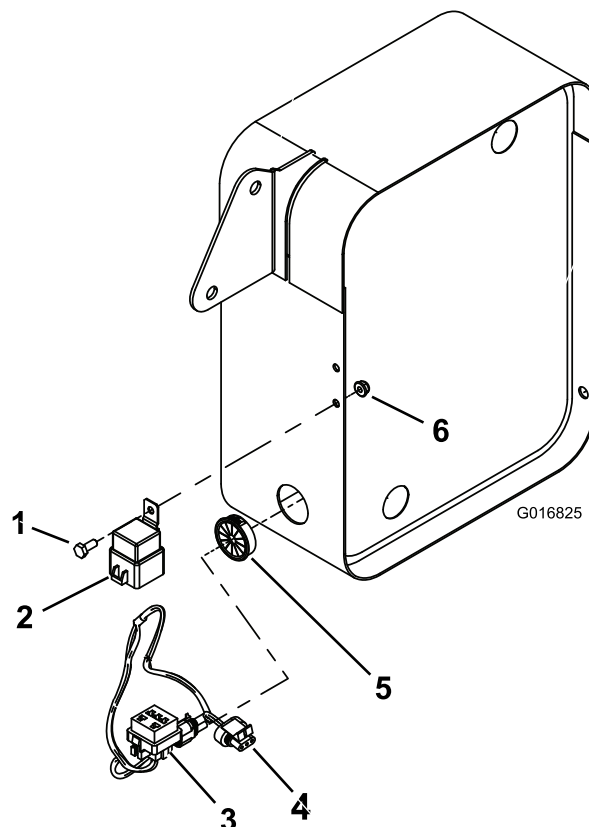

図 3
2. ワイヤハーネスの端部についているジャンパプラグを外し、オイルクーラサポートの側面にリレーを取り付ける；六角ヘッドボルト（1/4 x 5/8 インチ）（1本）と六角フランジナット（1/4 インチ）（1個）を使用する（図 3）。
3. オイルクーラの下側の開口にブッシュをはめこむ（図 3）。